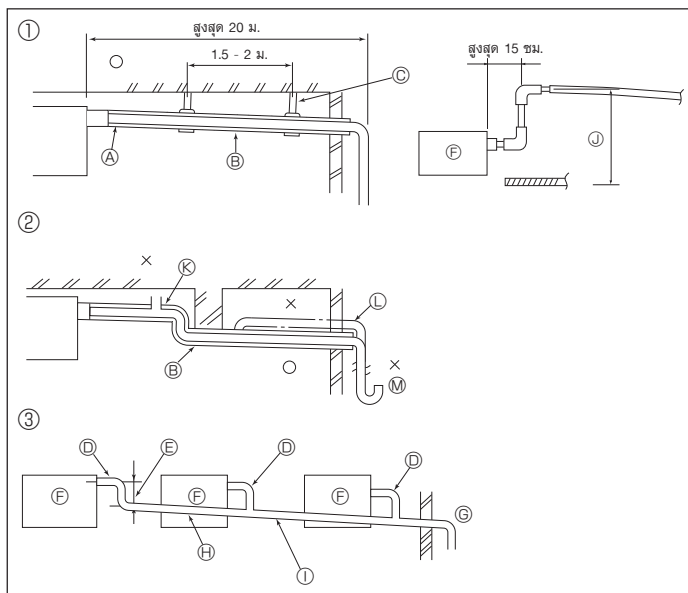

Fig. 3-4
3.5. งานเดินท่อระบายน้ำ (Fig. 3-4)